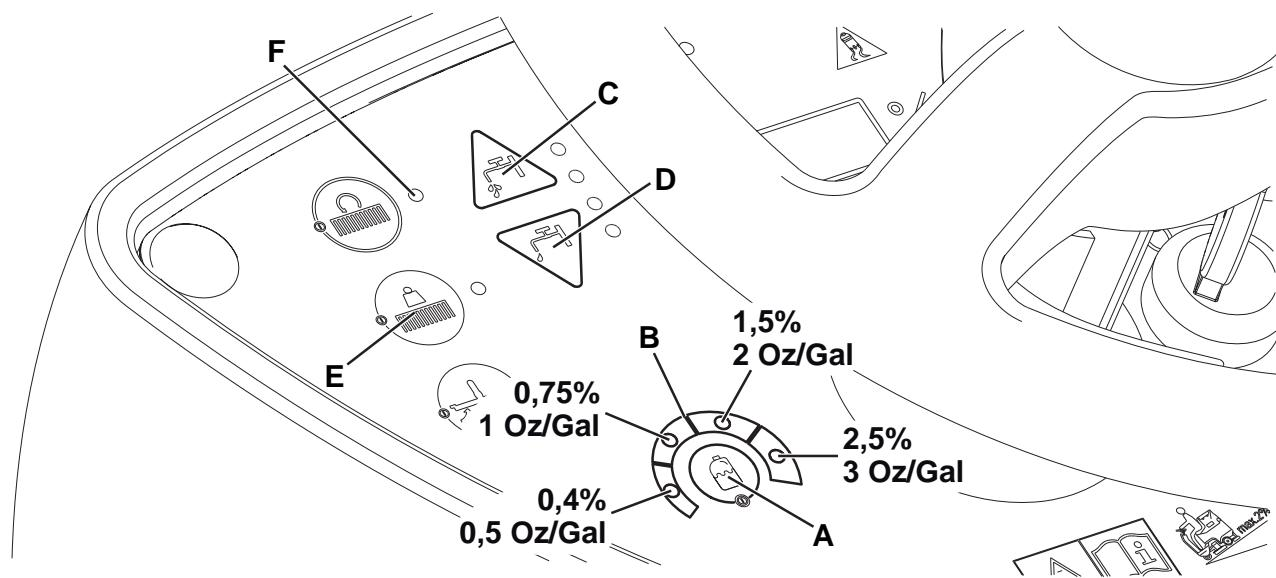

Figure 5
Le système pour le mélange du détergent à l'eau de lavage est activé en appuyant sur le bouton-poussoir de réglage du pourcentage de détergent (A, Fig. 5) : si un des DELS est allumé, le détergent est ajouté à l'eau de lavage.
- La concentration de détergent moyenne varie en fonction de la DELS (B) allumée, comme le montre la figure 5.
- Appuyer plusieurs fois sur l'interrupteur (A) pour changer la concentration de détergent jusqu'à atteindre la valeur désirée ou pour réduire à zéro la quantité de détergent (tous les DELS sont éteints).
*La concentration de détergent reste constante même en variant le flux de l'eau de lavage au moyen des boutons-poussoirs (C) ou (D).*
- En cas de sol particulièrement sale, il est possible d'augmenter la pression des brosses / plateaux support disque sur le sol, en appuyant sur l'interrupteur (E, Fig. 5).
- Pour retourner au travail avec pression normale, appuyer à nouveau sur l'interrupteur (E).
- L'interrupteur (E) est activé seulement lorsque la tête (5 et 10) est baissée et le DEL (F) de l'interrupteur est allumé.
*La condition de surcharge est indiquée par le clignotement simultané des trois DELS de charge de la batterie (62).*
*Pour reprendre le travail après l'arrêt des brosses / plateaux support disque à cause de la surcharge, il est nécessaire d'arrêter la machine, en tournant la clé de contact (58) sur "0". Démarrer à nouveau la machine en tournant la clé de contact (58) sur "I".*